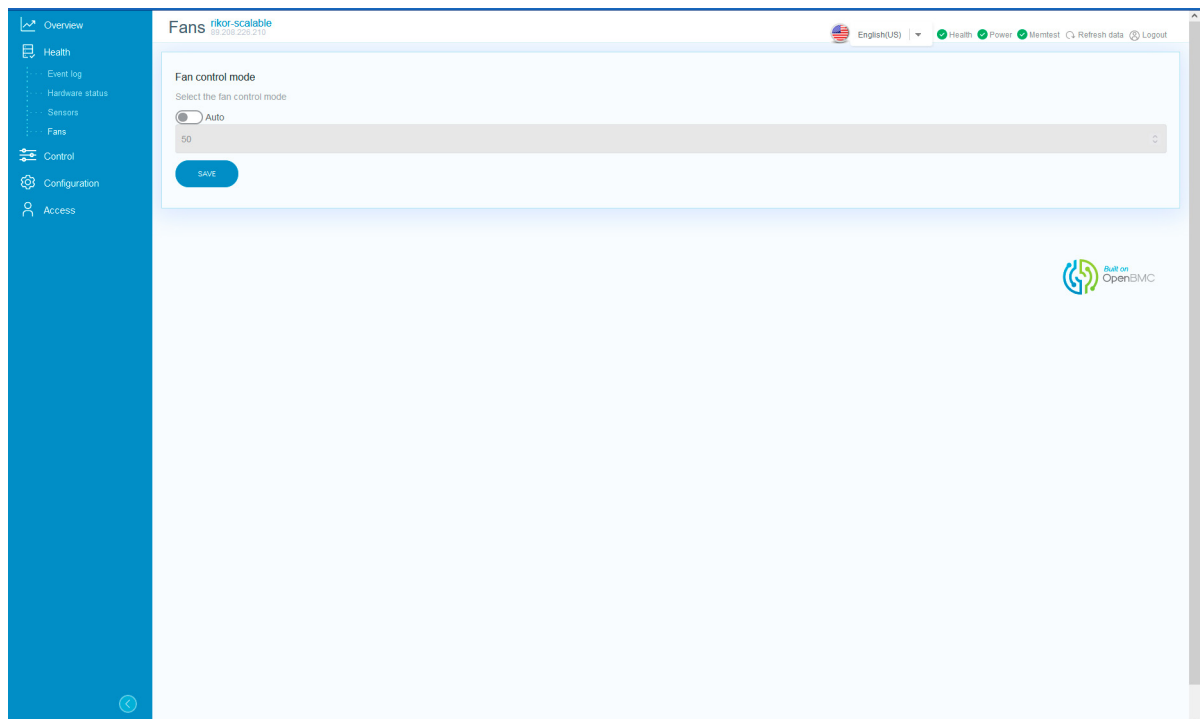

Рис. 74. Окно «Fans»
- 5) Пройдите во вкладку «Health» → «Fans» в данной вкладке отображается информация по вентиляторам установленным в сервере. В поле «Fan control mode» установите переключатель в активное положение чтобы управлять режимом работы вентиляторов охлаждения. В раскрывающемся списке выберите режим скорости вращения. Окно показано на рис. 74 Окно «Fans»